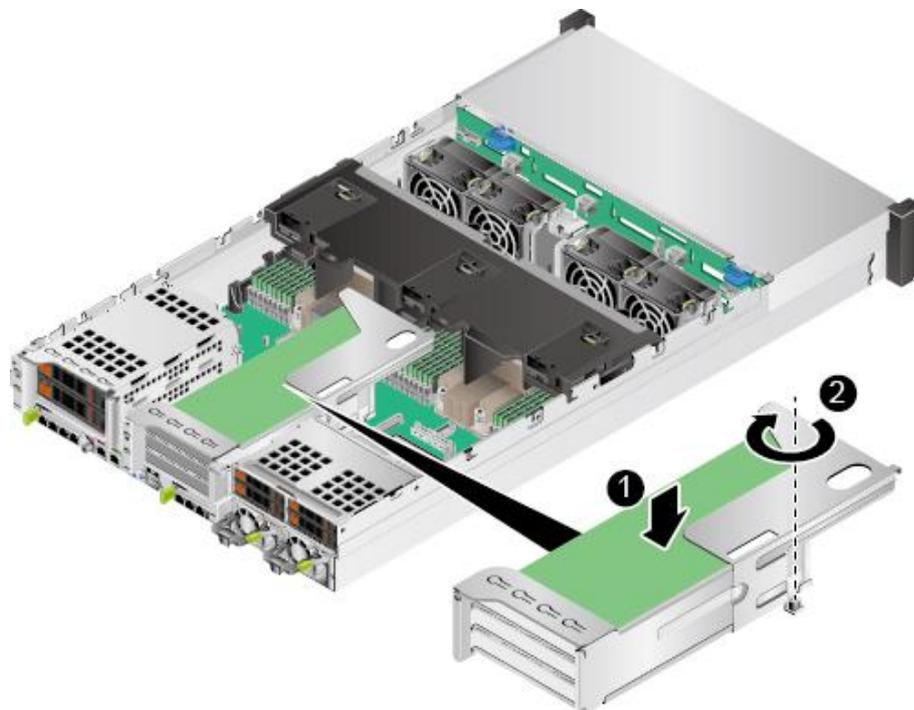
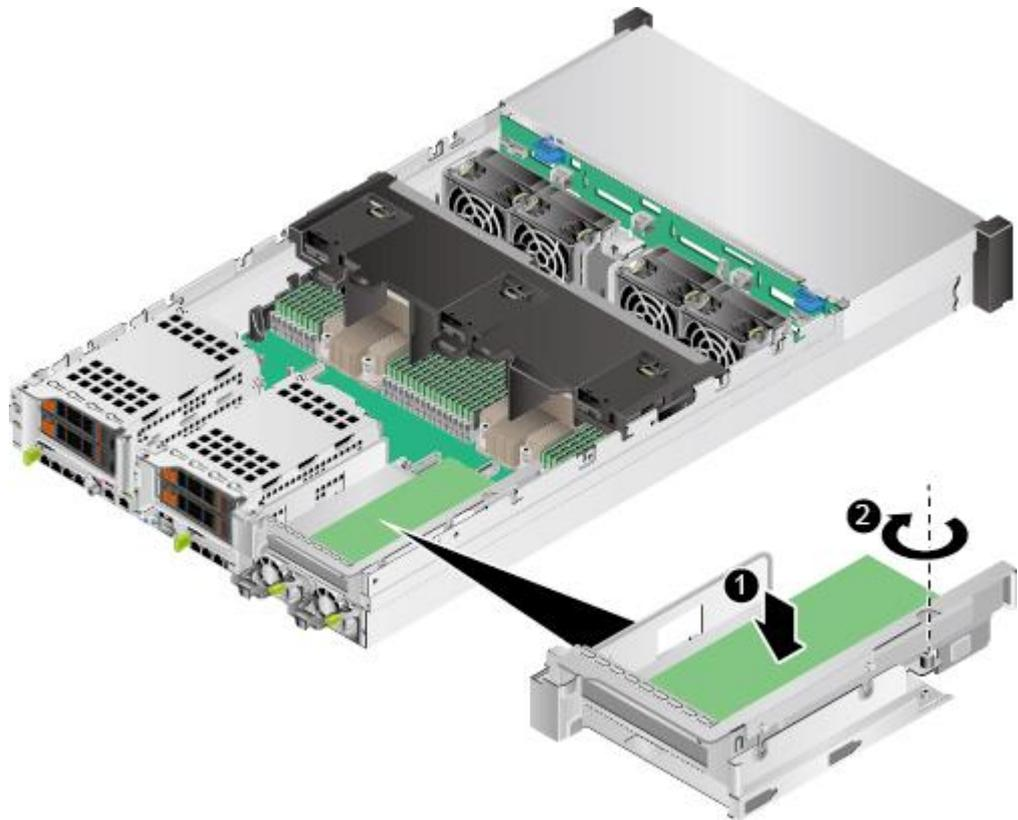

图 3-26 安装 Riser 卡托架 (1)
图 3-27 安装 Riser 卡托架 (2)
9. 向下放入 Riser 卡托架，并拧紧支架的固定螺钉，如图 3-26 和图 3-27 所示。